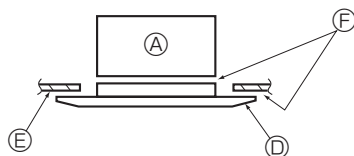

Fig. 5-8
- * Pass på at det ikke finnes hull mellom hovedenheten og gitteret, eller gitteret og taket. (Fig. 5-8)